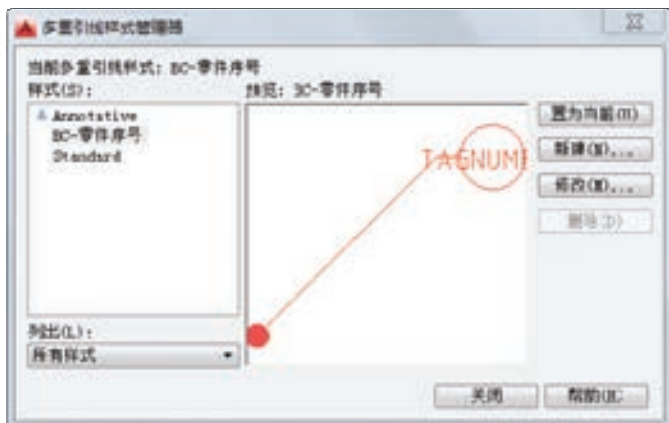

图 5-61 “多重引线样式管理器”对话框
7) 在“修改多重引线样式”对话框中单击“确定”按钮。返回到“多重引线样式管理器”对话框，如图 5-61 所示，新创建的“BC-零件序号”多重引线样式出现在“样式”列表框中（当列出所有样式时）。